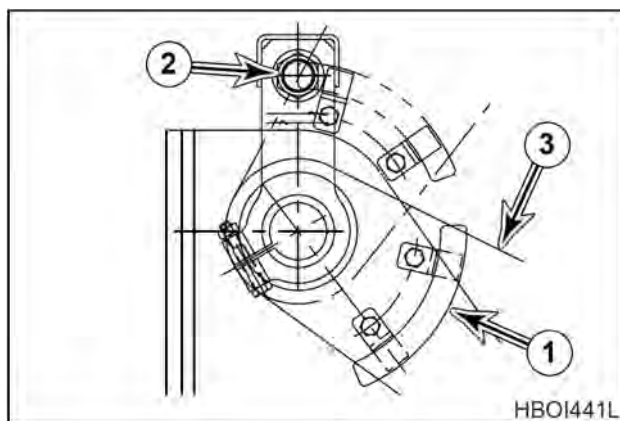

Рис. 30
Установка рычага ковша в положение "Boom Raise Detent" (Стопор подъема стрелы) приведет к блокировке рычага ковша в положении подъема стрелы. Стрела поднимется до положения, при котором отключающая пластинка (1 рис. 30) коснется конечного переключателя высоты подъема (2). Когда конечный переключатель сработает, подъем стрелы прекратится, и рычаг ковша автоматически вернется в нейтральное положение. Отключающая пластинка может быть отрегулирована для установки максимальной высоты подъема стрелы.
Отключающая пластинка (1, рис. 30) должна быть установлена так, чтобы касаться концевого переключателя (2) до достижения максимального выдвижения цилиндров стрелы. Максимальное выдвижение вызывает выброс жидкости через выпускной клапан насоса.